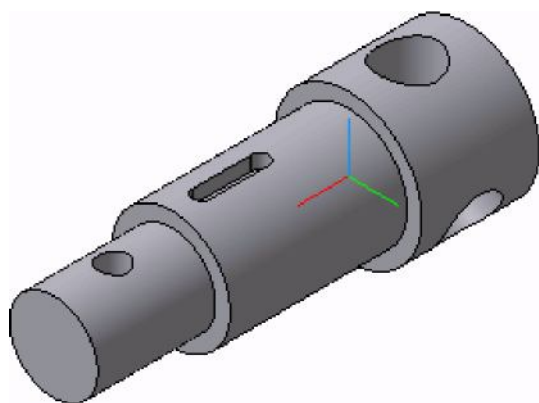

Рис. 6.16
На рис. 6.15 наведено зображення, на основі якого створена тривимірна модель деталі (рис. 6.16).
8. Кінцевий варіант представлений на рис. 6.16, на якому модель затонована.